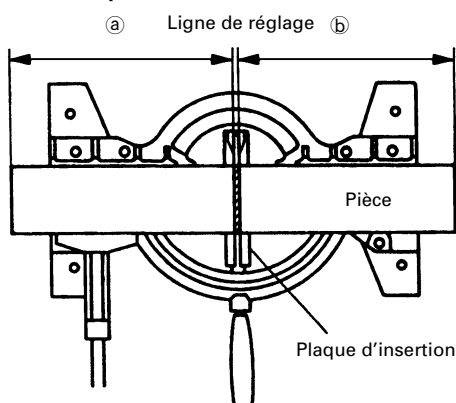

Fig. 15
- (1) Comme indiqué à la Fig. 15, la largeur de la lame est la largeur de coupe. En conséquence, glisser la pièce vers la droite (vue de la position de l'opérateur) pour obtenir la longueur (b), et sur la gauche pour obtenir la longueur (a).
- (2) Quand la lame a atteint sa vitesse maximale, abaisser doucement la poignée jusqu'à ce que la lame approche de la pièce.
- (3) Quand la lame touche la pièce, appuyer progressivement sur la poignée pour couper la pièce.
- (4) Quand la pièce est coupée à la longueur voulue, mettre l'outil électrique hors tension et attendre que la lame soit complètement arrêtée avant de relever la poignée en position complètement rentrée.